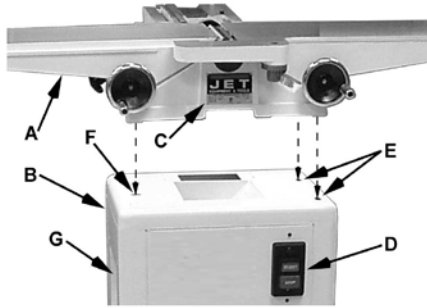

Рис. 2
Установите станок на стенд так, чтобы шкивы располагались на одной стороне, и прикрутите его с помощью поставляемых в комплекте трех специальных болтов и контршайб. Закручивать болты следует снизу (См. Рис. 2).
Как показано на рис.2:
1. Поместите фугоальный узел (A) на верхнюю часть стенда (B). Убедитесь, что табличка (C) на фугоальном узле находится с той же стороны, что и переключатель (D) на стенде.
2. Выровняйте два отверстия на верхней части стенда (E) с отверстиями в фугоальном узле, контролируя их положение через крышку на задней стороне стенда.
3. Прикрепите стенд к фугоальному узлу с помощью двух болтов M10x16 и контршайб (H, рис.2). На данном этапе затяните их только вручную.
4. Выровняйте третье отверстие в стенде (F) с отверстием в фугоальном узле, контролируя его положение через вытяжной штуцер (G).
5. Установите третий болт M10x16 и контршайбу через вытяжной штуцер (G), чтобы закрепить узел на стенде.
6. Затяните все три болта H (рис. 2) с помощью 14-мм ключа.